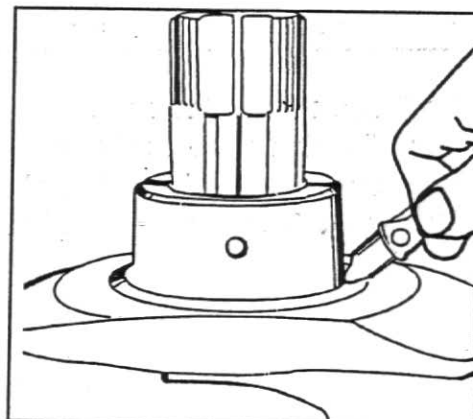

Fig. 5
8. Verifique os raios de concordância dos munhões e moentes com calibrador: $3,68 - 3,96 \text{ mm}$ ou $0,145 - 0,156 \text{ pol}$, fig.5.